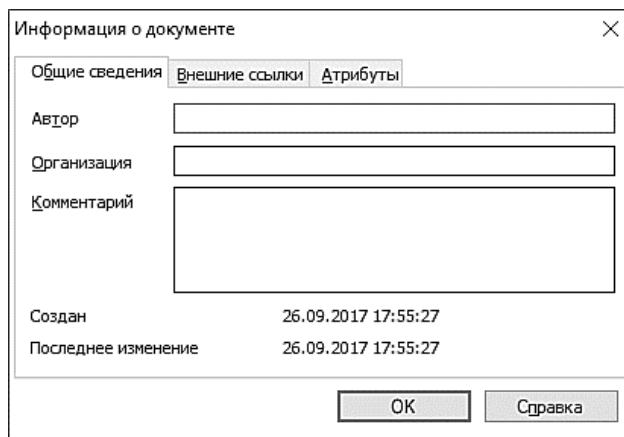

Рис. 91. Информация о документе
3.2 В окне **Информация о документе** нажмите кнопку **ОК** – документ будет записан на диск (рис. 91).